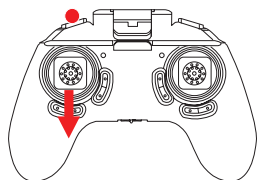

Figure 4: Atterrissage
6. **Atterrissage:** Pour atterrir maintenez le joystick de gauche vers le bas jusqu'à ce que le drone se pose au sol (Figure 4). Vous pouvez également utiliser le bouton décollage/atterrissage automatique, le drone atterrira peu importe son altitude.